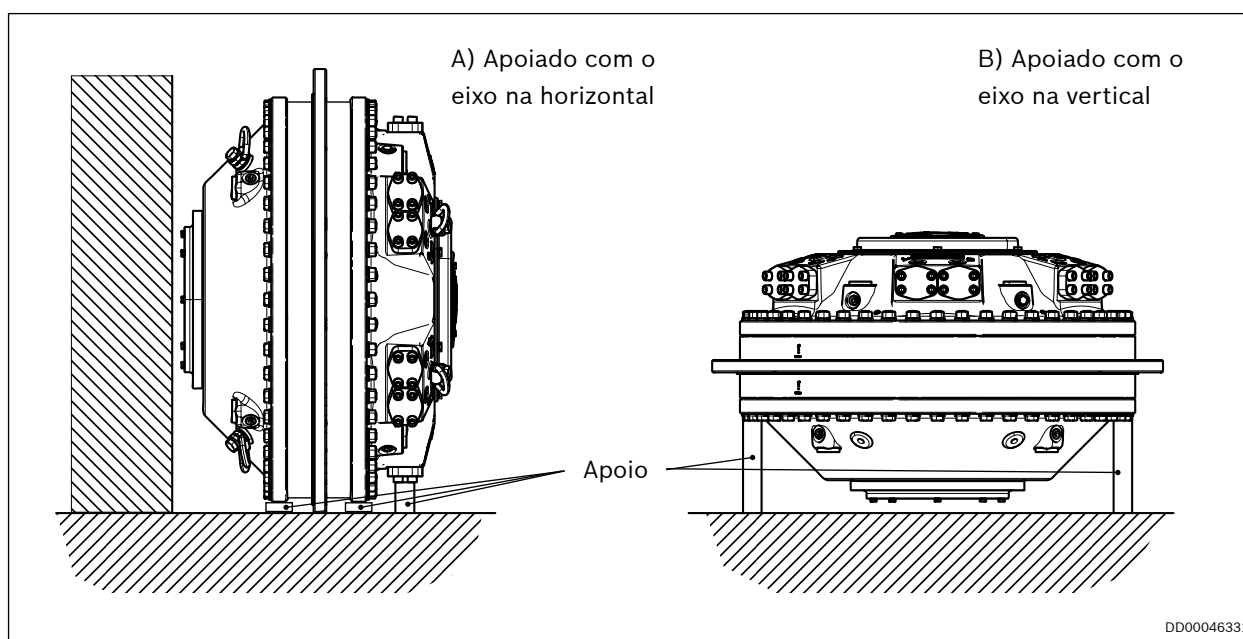

Fig. 12: Motor CBm apoiado em uma superfície plana
- ▶ Também é aconselhável providenciar apoios na superfície de montagem do motor, consulte Fig. 12.
Quando o motor é colocado em uma superfície plana, no chão, por exemplo, deve ficar apoiado sobre o seu diâmetro exterior ou sobre a face devidamente protegida do eixo oco. Também é recomendável fornecer os apoios mostrados na Fig. 12.
1. Coloque o motor conforme mostrado na Fig. 12, alt. A) Apoiado com o eixo na horizontal.
5. Posicione o motor conforme mostrado na Fig. 12, alt. A) Apoiado com o eixo na horizontal, ou B) Apoiado com o eixo na vertical.